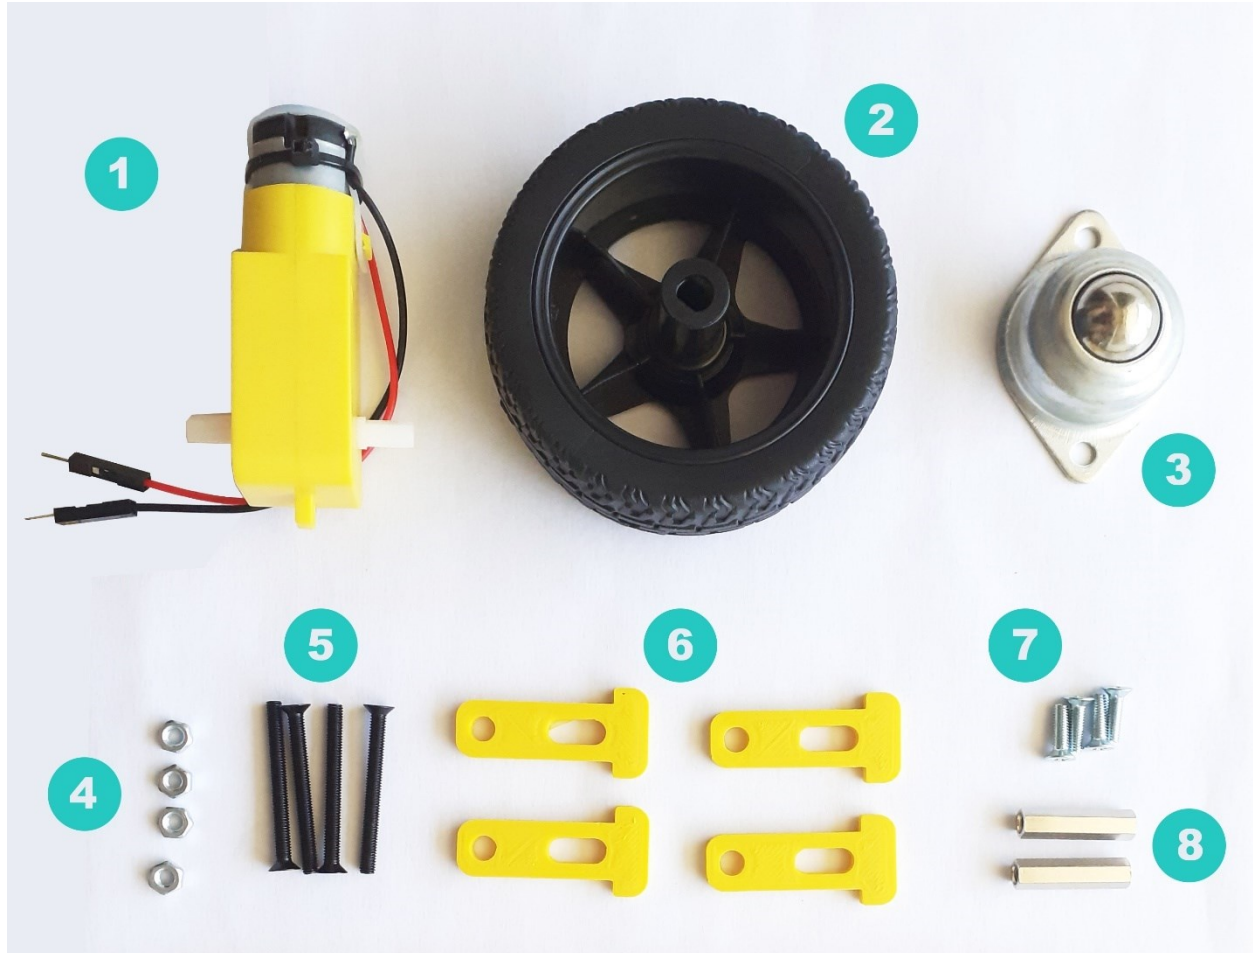

Figure 3: Le composant qui sera fixé au dessous du châssis
Commencez la construction par le dessous du châssis. Les composants dont vous aurez besoin sont les suivants : les 2 moteurs à engrenages DC (1), les 2 roues (2), le rouleau pivotant (3), les 4 écrous (4), les 4 vis de 30 mm (5), les 4 supports/attaches imprimés en 3D (6), les 4 vis de 10 mm (7) et les 2 entretoises de 20 mm (8) (Figure 3).